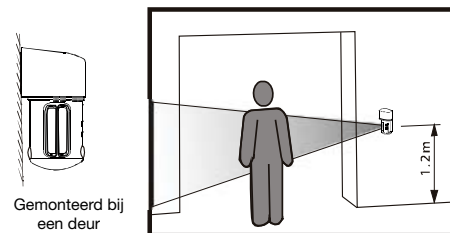

Fig. 7
5. Naast de deuropening. De optimale hoogte is 1,2 meter. Fig. 7.